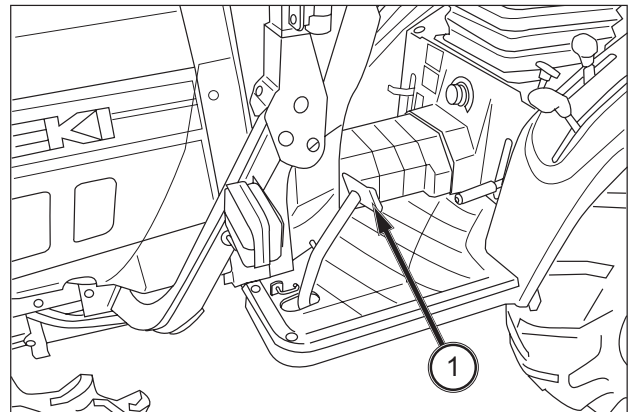

ABB. 45
**ABB. 45:** Wenn das Pedal (1) vollständig durchgetreten wird, gibt es keine Verbindung zwischen Motor und Getriebe mehr, sodass der Motor gestartet, ein Gang eingelegt oder gewechselt oder die Bewegung des Traktors gestoppt werden kann. Auch zur Aktivierung der Zapfwelle (sofern vorhanden) muss die Kupplung getreten werden. Durch langsames Lösen des Pedals wird die Kupplung eingerückt und die Kraft des Motors an Getriebe und Zapfwelle übertragen.